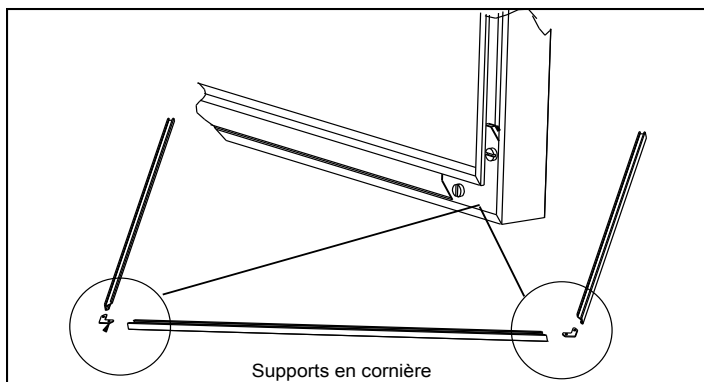

Figure 21.2
2. À l'aide d'un long tournevis à tête cruciforme 102 à 152 mm (4 à 6 po), fixez les parties latérales de l'encadrement à la partie supérieure de l'encadrement en utilisant les 2 vis auto-taraudeuses #8 fournies avec le kit. **Figure 21.2.**
4. Visez les supports en cornière en utilisant un tournevis à tête plate. **Figure 21.2.**
5. Glissez l'ensemble de la garniture sur l'encadrement et après sur l'appareil, avec les pattes de fixation sur les pièces latérales alignées avec les fentes de l'appareil. **Figure 21.2.**
6. Fixez l'aimant sur le support. Fixez l'aimant et le support à chaque pièce latérale métallique sur le fond. L'aimant faisant face avant. **Figure 21.2.**